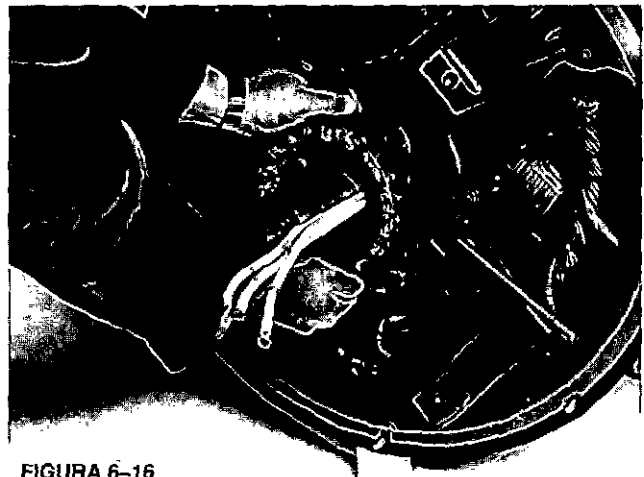

FIGURA 6-16
5. Quite cuidadosamente el estator del PMG de sus patines de montaje, deslizándolo sobre el rotor del PMG. Los imanes usados en el PMG son muy potentes. Van a resistir la extracción del estator del PMG. (Figura 6-16)